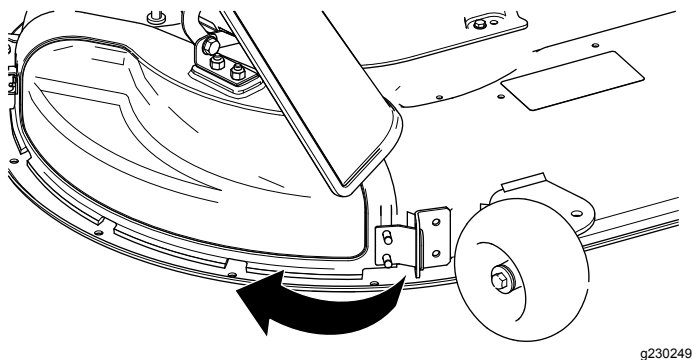

Bild 14
4. Drehen Sie die Auswurfkanalabdeckung nach hinten und zum Mähwerk, sodass die Auswurfkanalabdeckung mit dem Mähwerk bündig ist (Bild 14).